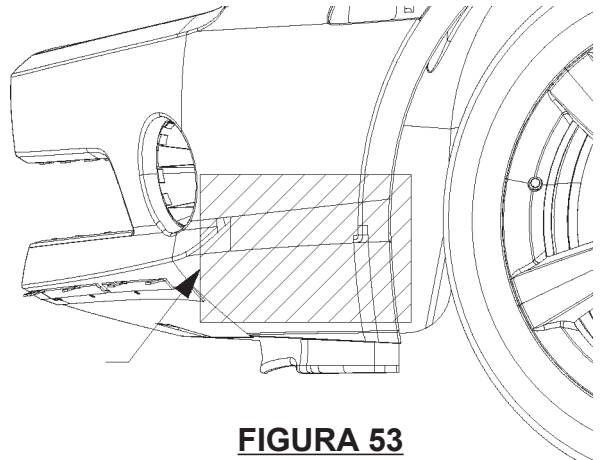

FIGURA 53
14. Limpie las áreas resaltadas del vehículo con la toallita con alcohol que se proporcionan. Deje secar. 1 en cada lado. Consulte la figura 53.